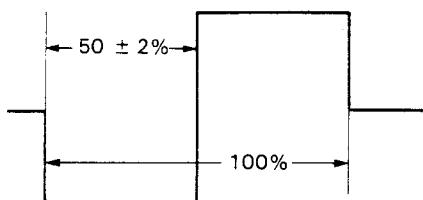

Abbildung 2-9.
3. Das Oszilloskop an TP2801 anschließen und danach C2804 (Read Clock ADJ) (Schreibuhreinstellung) so einstellen, daß die Hüllkurve 50% beträgt (siehe Abb. 2-9).
4. Das Oszilloskop an TP2802 anschließen und danach C2810 (Read Clock ADJ) (Schreibuhreinstellung) so einstellen, daß die Hüllkurve 50% beträgt (siehe Abb. 2-9).